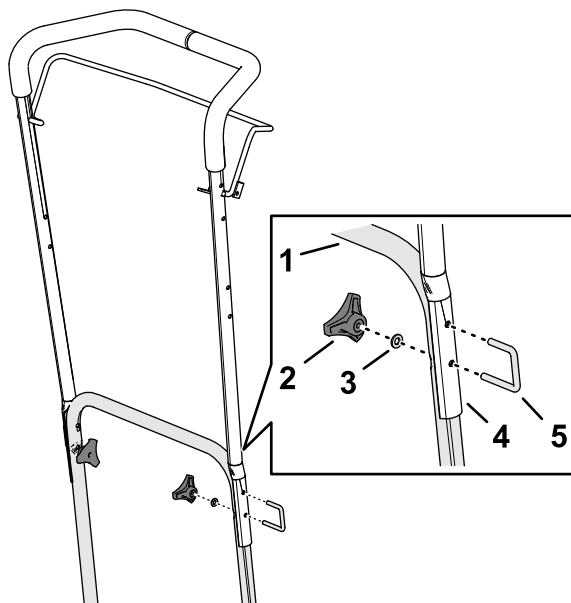

**Figura 8**
1. Allineate i fori sulla stegola superiore con i fori nella stegola inferiore (Figura 8).